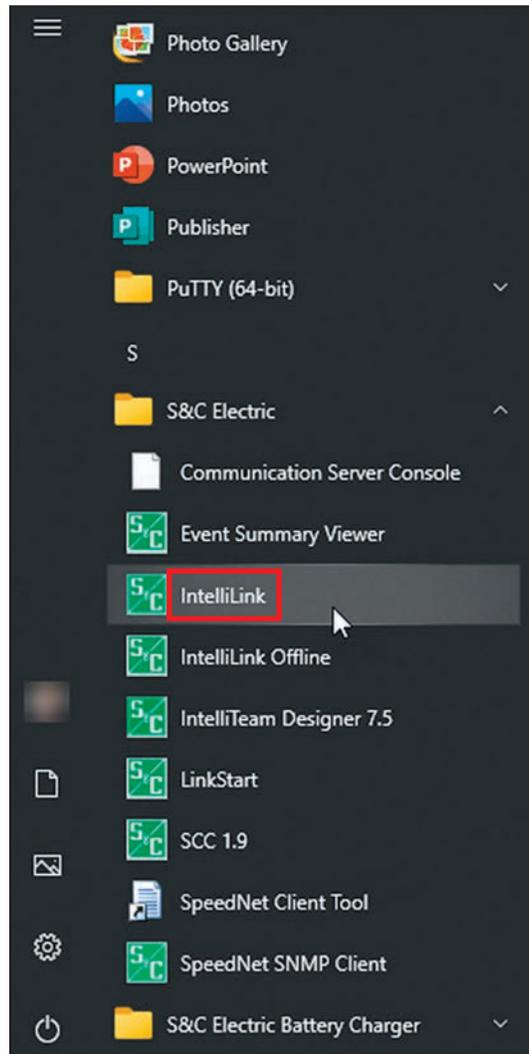

Figura 12. El menú Inicio de Windows.
PASO 1. Haga clic en el botón **Inicio** de Windows haga clic en el elemento de menú **All Programs (Todos los Programas)**. Abra la carpeta **S&C Electric** y haga clic en el icono **IntelliLink**. Ver Figura 12.